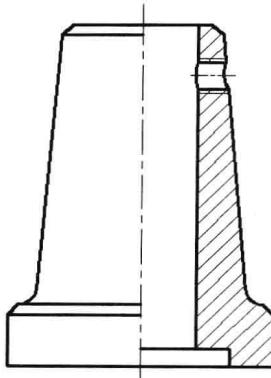

图 6-6-2
- (2) 单击“确定”按钮，单击一点，插入支座零件图形并被分解，如图 6-6-2 所示。
- (3) 用同样的方法，将“调节螺母零件图.dwg”文件的图形插入在“螺母”图层，在